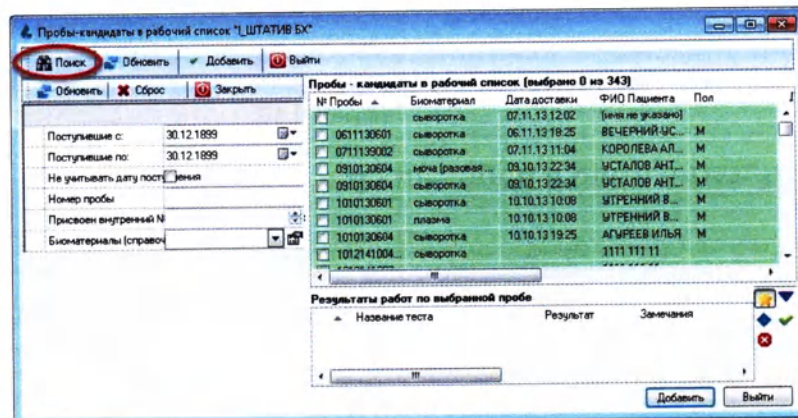

Рисунок 6.19
2. В открывшемся окне «Пробы-кандидаты в рабочий список» используя фильтр, произведите поиск проб по необходимым критериям. Если поисковый фильтр не отображается в окне, нажмите кнопку «Поиск» (Рисунок 6.19):